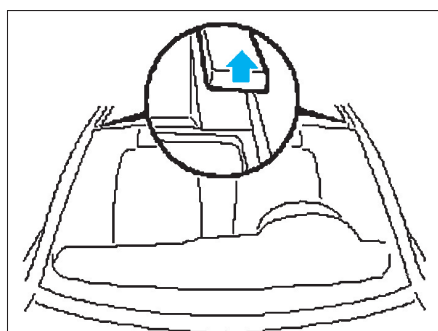

FIG. 76
- Déposer les deux clips des rampes de toit avant (fig. 76).